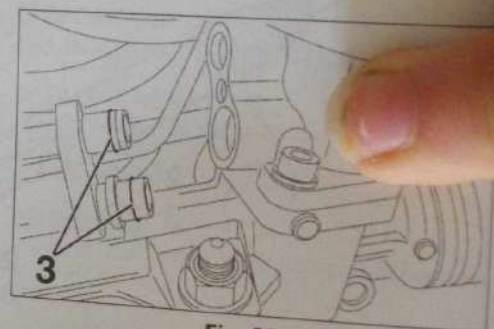

Fig. 20
- Poser des joints (3) neufs (Fig.20).